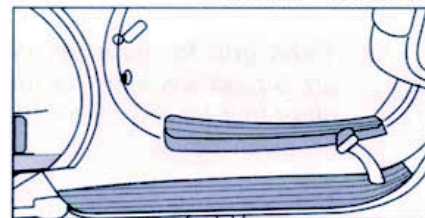

Fig. 26
5.1 **Freno a pedale:** Agisce sulla ruota posteriore. Premere giù il pedale del freno per azionare il freno. La distanza necessaria allo scooter per fermarsi dipenderà dalla velocità alla quale il motociclo sta viaggiando e dalle abitudini di guida del motociclista. (Fig. 26).